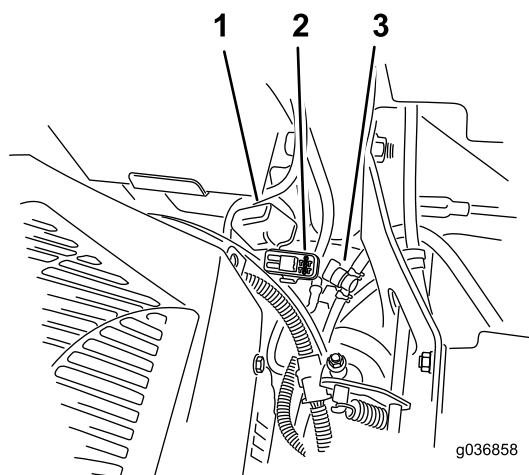

Figure 76
**Remarque:** Pour les tondeuses MyRide, assurez-vous que le câble de masse ne frotte pas contre le bras tiré ou le support inférieur de l'amortisseur (Figure 76).
Les fusibles sont situés sur la console droite, près du siège (Figure 76).
2. Remplacez le fusible (Figure 76).